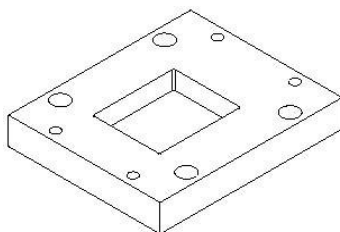

图7-60
10. 选择上一步绘制的草图轮廓, 在【成形特征】工具条中单击【拉伸】按钮, 弹出【拉伸】对话框。在【选择步骤】复选框中选择【求差】选项并选择 B 板, 在【结束】输入框中输入“-60”, 单击 **确定** 按钮创建拉伸切除特征, 如图 7-60 所示。